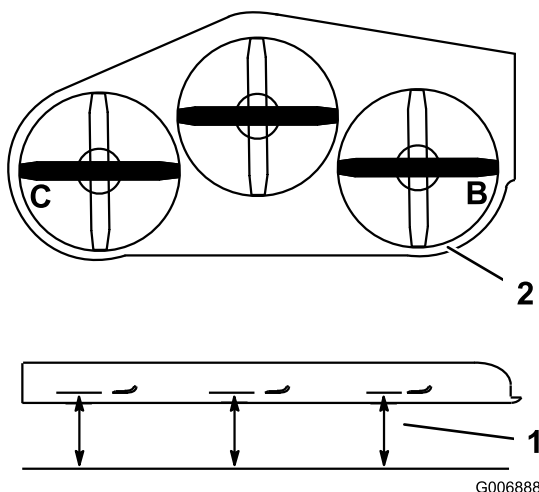

Figura 80
4. Mida en las posiciones **B** y **C** desde una superficie nivelada hasta el filo de corte de los extremos de las cuchillas (Figura 80).